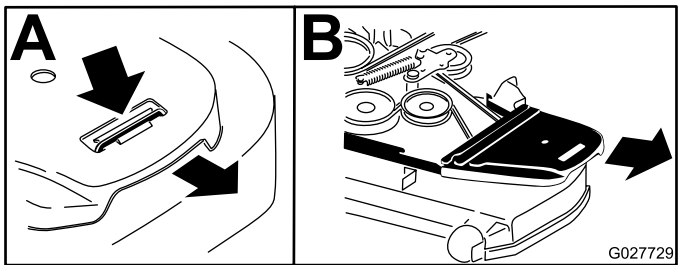

Рисунок 57
7. Снимите крышки ремней (Рисунок 57).